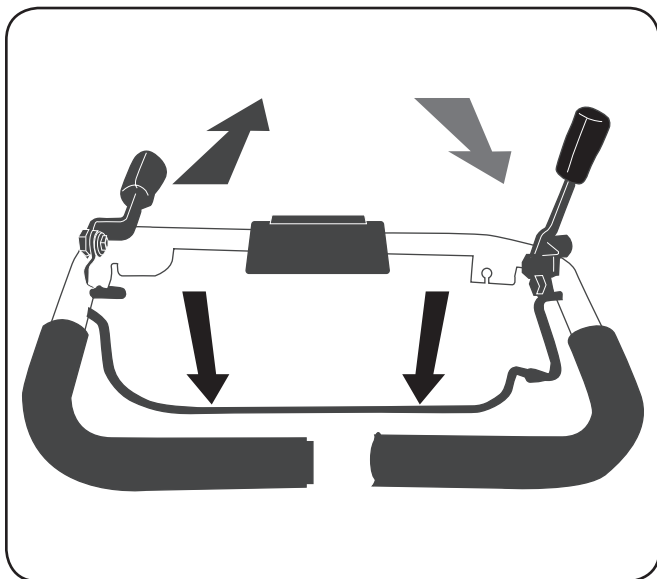

Figura 5-4
- a. Tire la palanca de reversa hacia atrás con la manija neutral en la posición de rueda libre y el enganche de control del embrague desenganchado para dar reversa a los dientes. Vea la Figura 5-4. Para detener el movimiento en reversa de los dientes, suelte la manija de reversa.